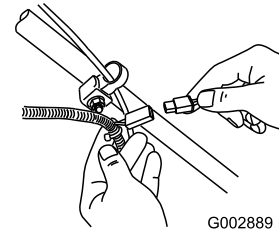

**Figura 22**
1. Conecte el cargador al arnés de cables situado debajo de la llave de contacto (Figura 22).